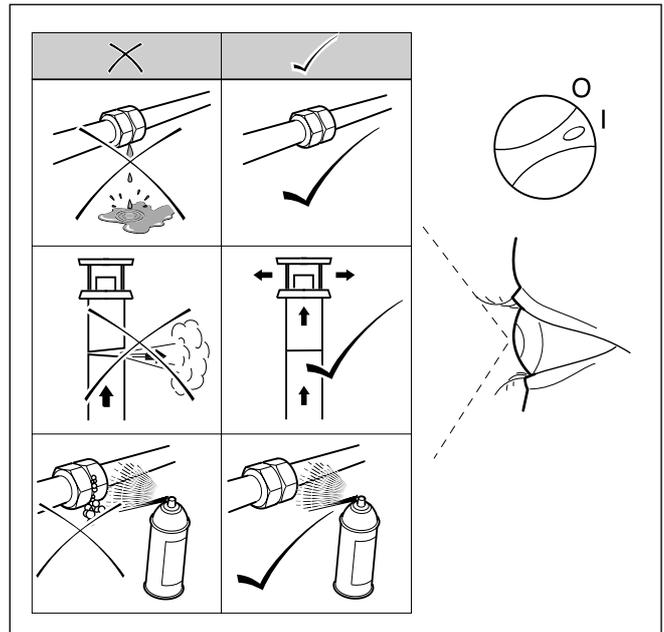

Fig. 6.9 Controllo del funzionamento
- Controllare la tenuta del condotto del gas, dell'impianto di riscaldamento e dei condotti dell'acqua calda (vedere fig. 6.9).